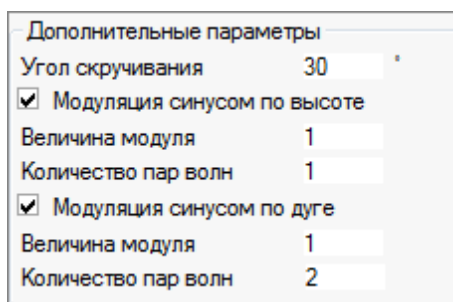

Рис. 2.61
*Примечание: флажки могут быть установлены одновременно в двух окнах (рис. 2.61).*